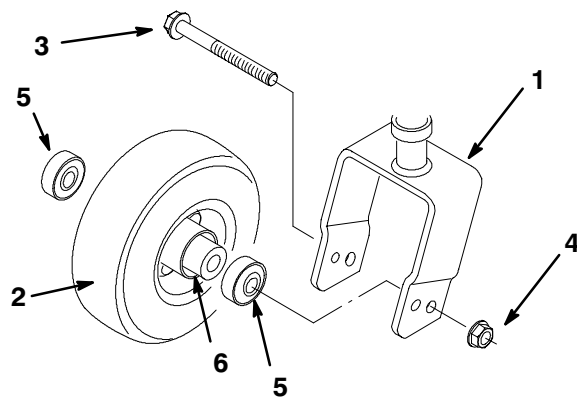

Figure 24
3. Retirer l'écrou et le boulon six-pans de fixation de l'ensemble de roue pivotante dans la fourchette de roue (Fig. 24).
4. Retirer la roue pivotante de la fourchette (Fig. 24).
5. Retirer le roulement extérieur du moyeu de la roue, et faire tomber la pièce intercalaire hors du moyeu (Fig. 24).
6. Retirer l'autre roulement extérieur (Fig. 24).